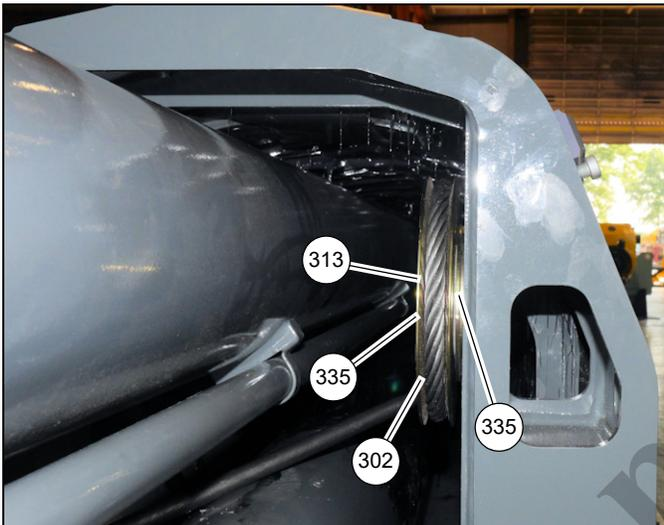

FIGURA 4-103
54. Instale dos arandelas (335) en el pasador de polea (313) seguido por una polea (302) y otra arandela (335) (vea la Figura 4-103).